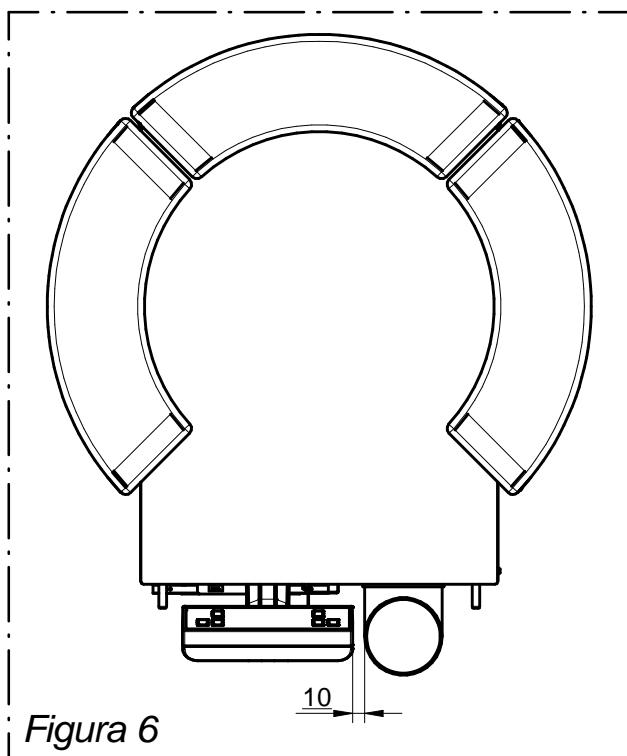

Figura 6
- Porre particolare attenzione nell' assemblaggio del tubo uscita fumi poiché lo stesso deve distare non meno di 10 mm dal pannello comandi (Figura 6): assemblare il tubo a ridosso del pannello significa danneggiare il pannello comandi (danno non coperto da garanzia).